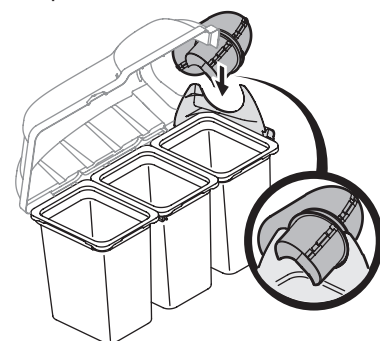

Figura 23
7. Con la cubierta de la embolsadora abierta, inserte el tubo del canal superior dentro del bota, luego gire el tubo del canal superior en posición de manera tal que el canal se apoye en el soporte del canal superior. Consulte la Figura 23.